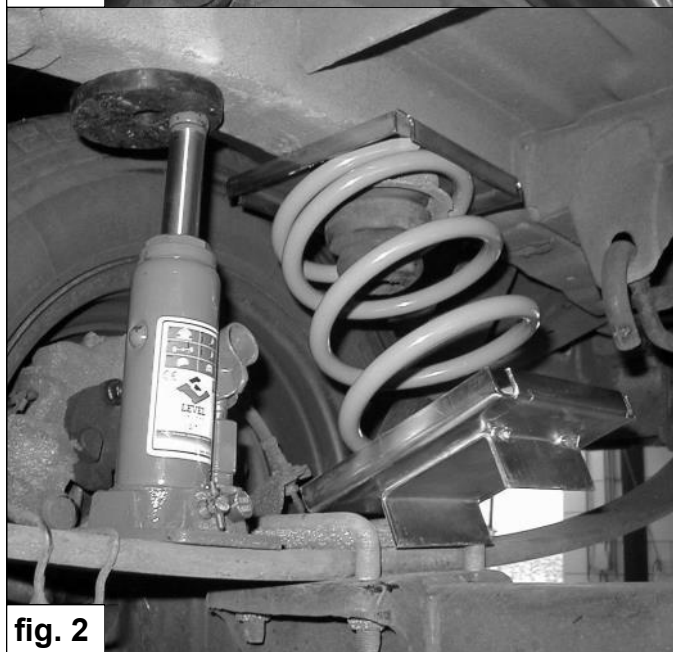

fig. 2
4. Heben Sie das Fahrzeug an und stellen Sie ein Wagenheber zwischen die Blattfeder und das Chassis. Siehe fig. 2.
5. Montieren Sie die Powerspring C zusammen mit den untere Federteller B. Achten Sie darauf dass den untere Federteller richtig zwischen die U-Bolzen der Blattfeder zentriert. Ziehe fig. 2 und 3.
4. Soulevez le véhicule et placez le cric entre le ressort à lames et le longeron du châssis. Voir fig. 2.
5. Placez le ressort moteur **C** avec la coupelle inférieure **B**. Veillez à ce que la coupelle inférieure soit correctement centrée entre les brides de ressort du ressort à lames. Voir fig. 2 et 3.